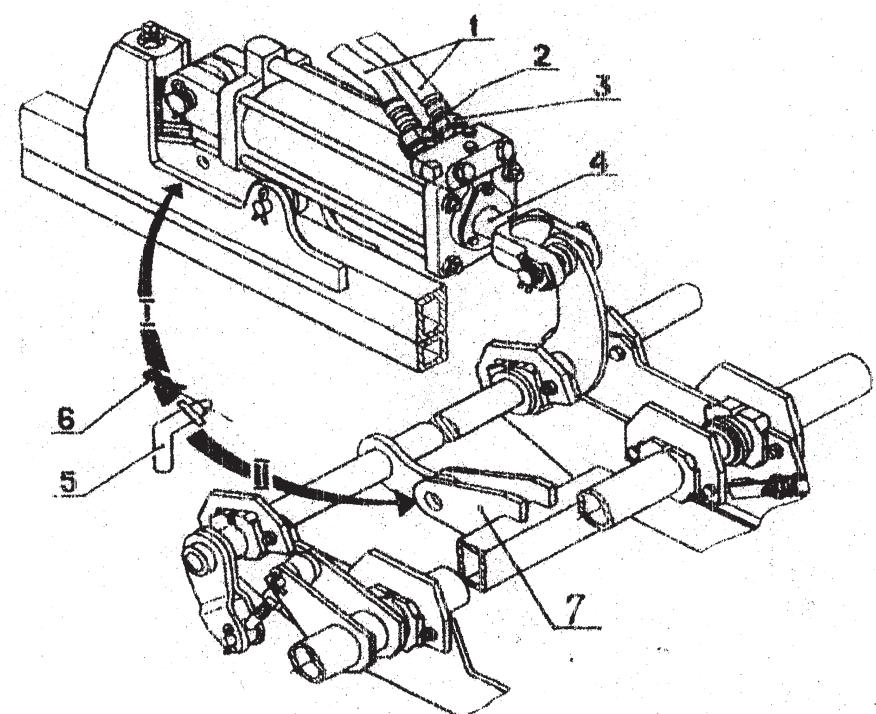

Рис. 11. Установка гидроцилиндра и штыря
В рабочем положении сеялки штырь 6 (рис. 11) вставляется в отверстия рычага 7, а при транспортировке положении штырь 6 вставляется в отверстия проушин на раме и кронштейне первичного вала подъема сошников для фиксации вала подъема сошников в транспортном положении.
Установка штыря в рабочем положении и при транспортировке показана также на рис.11
шплинтов пружинных. Штырь 5 (рис. 11) установите в положение I - "в работе", вынув его из положения II - "При транспортировании".
5.1.9 Присоедините рукава высокого давления 1 (рис. 11) к гидроцилиндру 4 и внешним выводам гидросистемы трактора (охватываемым полумуфтами).
5.1.5 Установите гидроцилиндр 4 (рис. 11), соединив проушины корпуса с кронштейном на средней снизу, а шток с кулаком вала 1 (рис. 7) с помощью осей и